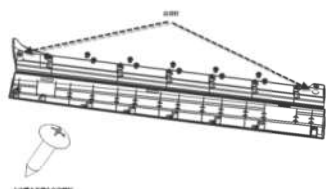

图 6-2-1 左前门裙板装饰板示意图
(1) 用十字螺丝刀将前后门裙板两端处 2 个自攻螺钉拆卸掉；如图 6-2-1、6-2-2 所示：
(2) 沿 Y 向用手往外掰，即可将裙板拆下。